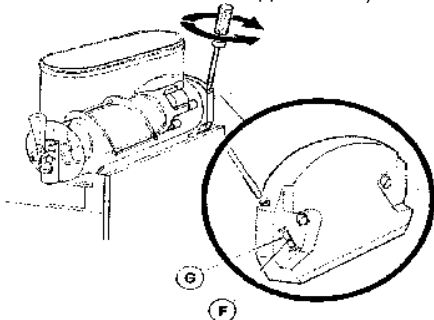

рис. 4
-Регулировка густоты гранитора: стандартная густота устанавливается на заводе. Чтобы изменить густоту, возьмите отвертку и поверните регулировочный винт, расположенный в задней стенке каждого контейнера (см. рис. 4):